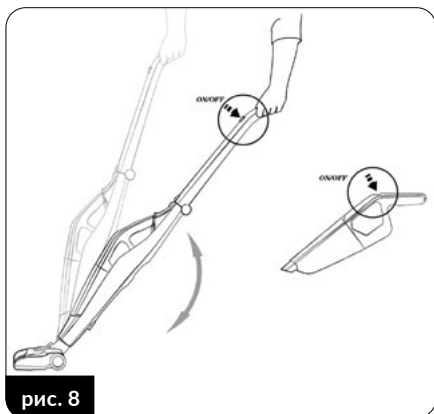

рис. 8
2. Запустите пылесос кнопкой (6) непосредственно на пылесосе или кнопкой (1) на главном держателе (рис.8). Работа кнопок не зависит друг от друга, пока пылесос находится в главном держателе.
4. Вместе с пылесосом запускается электрическая щетка (15) со светодиодами (16), освещающими очищаемую поверхность. Многофункциональная электрическая щетка подходит для уборки всех типов твердых поверхностей и ковров.